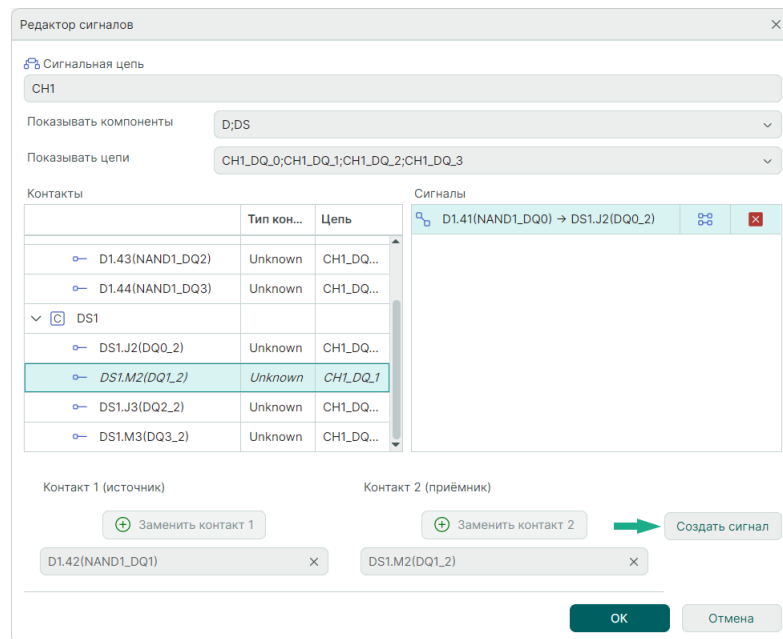

Рис. 363 Создание сигнала в окне редактора
3. В окне «Редактор сигналов» для контактов, входящих в отображенные цепи, определите источники и приемники сигнала. По завершении нажмите кнопку «Создать сигнал», см. Рис. 363.